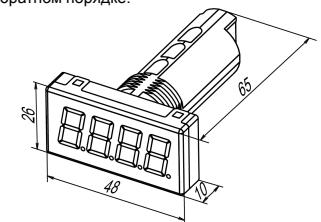

Рисунок 2 – Габаритные размеры корпуса Щ9
- Подготовить в щите круглый монтажный вырез диаметром 22,5 мм (для предотвращения прокручивания прибора вырез следует выполнить сложной формы, см. рисунок 2).